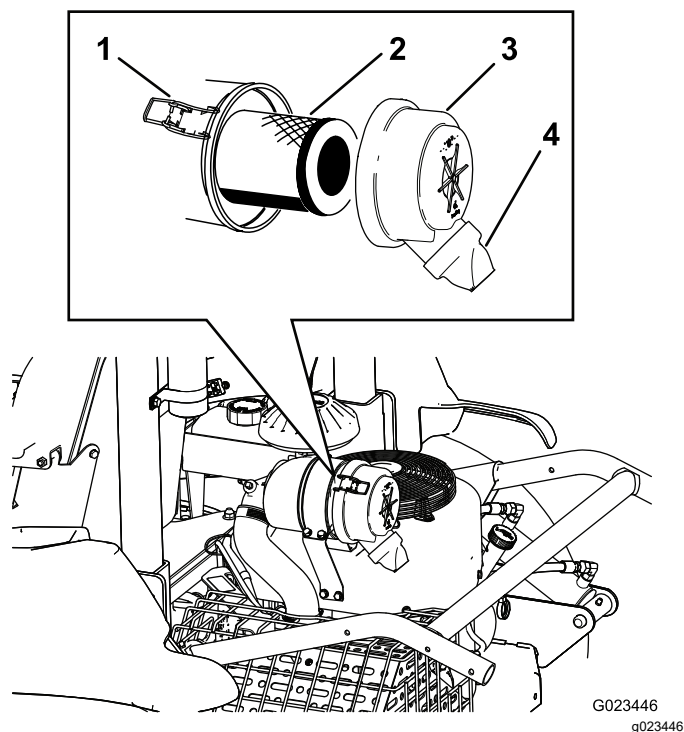

Рисунок 40
2. Отпустите защелки, фиксирующие крышку воздухоочистителя на его корпусе (Рисунок 40).